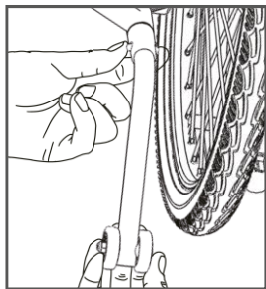

Figura 10
- Installazione e rimozione della ruota antirollio: durante l'installazione, tenga la biglia sulla ruota antirollio con le dita e la inserisca nel foro del telaio fino a quando la biglia non si sarà fissata nel foro della biglia della sedia a rotelle. Durante la rimozione, tenga la biglia con una mano ed estraiga la ruota antirollio all'indietro con l'altra mano, si veda la Figura 10 (Nota: la ruota antirollio si trova a circa 4 cm da terra).